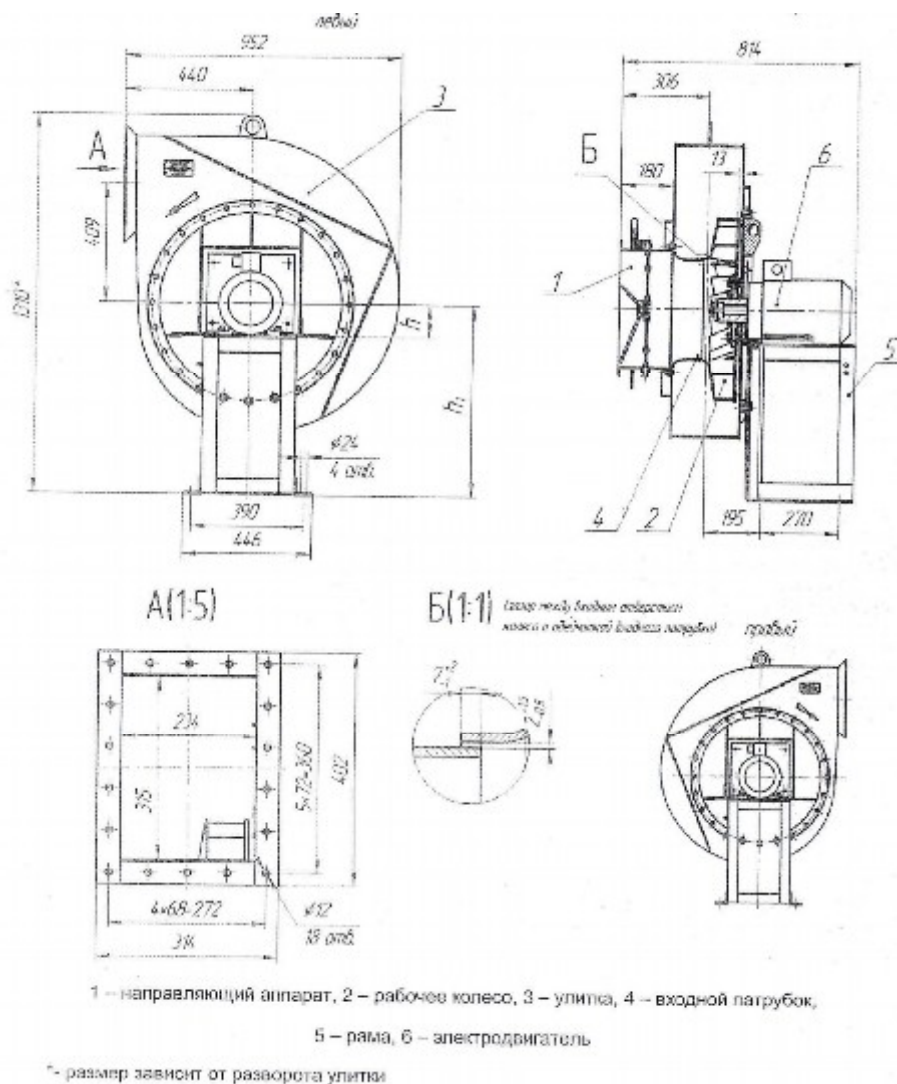

Рисунок 4 - Габаритные и установочные размеры дымососа
- 19.7.6** Проверить радиальный зазор между входным отверстием колеса и кольцом входного конуса (см. рисунок 4). При необходимости произвести регулировку зазора смещением электродвигателя, после чего надежно закрепить электродвигатель.